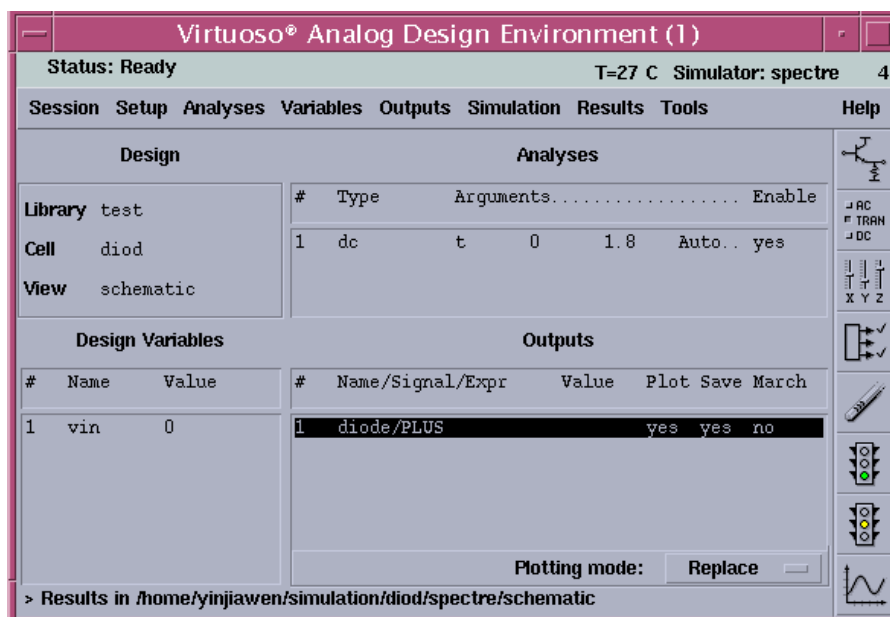

图 1.7 设置好的 ADE 窗口
④输出设置。在 ADE 窗口中，选 Outputs→To Be Plotted→Selected On Schematic。然后在电路图中选择想要观察电流的结点，本实验选二极管的阳极(注意：观察电流点击元件的 pin 脚，会出现一个彩色圆圈；观察电压点击相应的连线，连线会改变颜色)，选择完成后按键盘上的 ESC 键退出选择输出状态。在 Analog design environment 窗口中的 Outputs 输出部分就可以看到我们所选择的点。然后选 Outputs→To Be Plotted→Add To 保存输出。点击 Seession→Save State 保存当前仿真设置。完整的设置好的 ADE 对话框如图 1.7 所示：